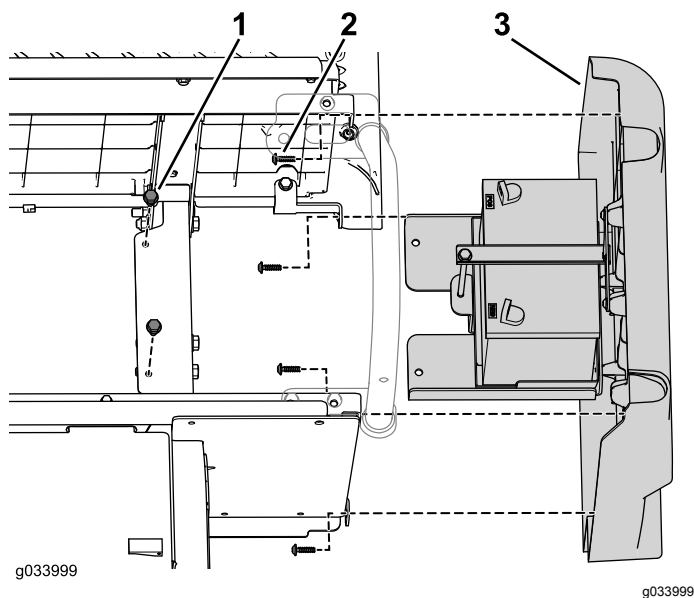

图11
- 卸下将电池托盘固定到机架上的 2 个凸缘头螺栓 5/16 x 3/4 英寸并使用 T30 套筒扳手卸下固定右侧板的 4 个梅花头螺丝 M6.0 x 22mm 然后取下右侧板图11。
注意 如图11所示电池与右侧板一块脱离。